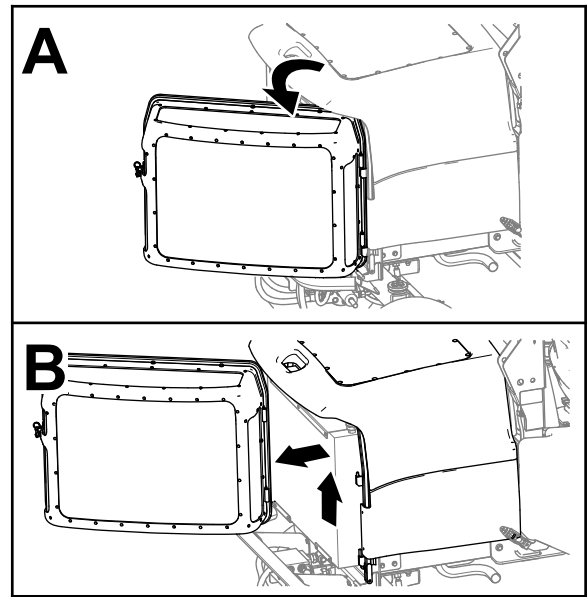

Figura 66
- Desenganche la rejilla del motor, ábrala y levántela de la máquina (Figura 66).